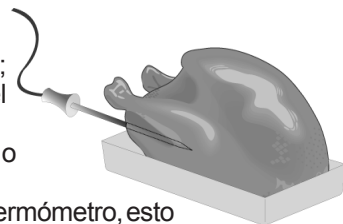

Figura 1
3. Para un ave completa (pollo, pavo, etc.) inserte el termómetro en la parte mas gruesa del interior del muslo entrando por la parte de abajo y paralela a la pierna (vea figura 1).